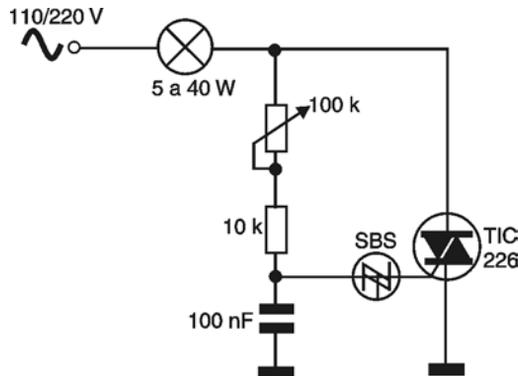

Figura 15
O circuito mostrado na figura 15 é mais eficiente na prova de um SBS pois ele faz um teste de funcionamento, ou seja, verifica se o componente está disparando convenientemente
a) Monte o circuito de prova mostrado na figura 15.